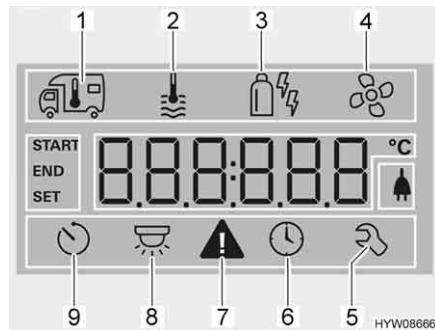

Fig. 67 Display
- Ruotare la manopola/il pulsante (Fig. 66,6), finché il simbolo del menu relativo all'acqua calda (Fig. 67,2) lampeggia.